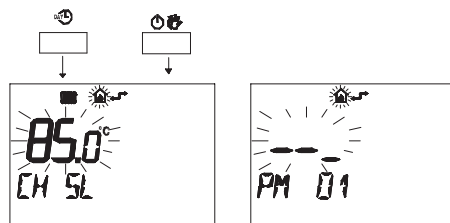

Figura 5.35
- Premere contemporaneamente i pulsanti e per entrare nella programmazione trasparente (Figura 5.35).